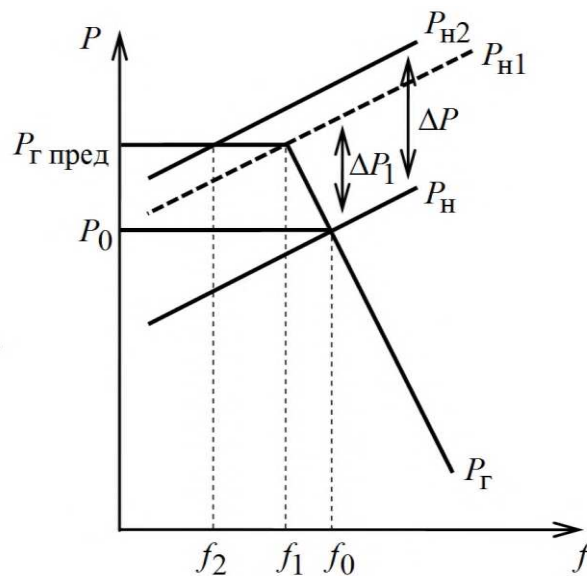

Рис. 3.5. Подключение дополнительной нагрузки в условиях дефицита генерирующей мощности
5. Генераторы ЭЭС, имеющие предельную допустимую мощность загрузки $P_{Г\text{ пред}} = 2800$ МВт, работают с выдачей мощности $P_0 = 2500$ МВт при начальной номинальной частоте $f_0 = f_{\text{ном}} = 50$ Гц (рис. 3.5). Определить частоту в ЭЭС после подключения дополнительной нагрузки $\Delta P_{\text{Н}} = 250$ МВт. Статизм характеристики генераторов $s_{\text{Г}} = 0,07$, нагрузки $s_{\text{Н}} = 1$.